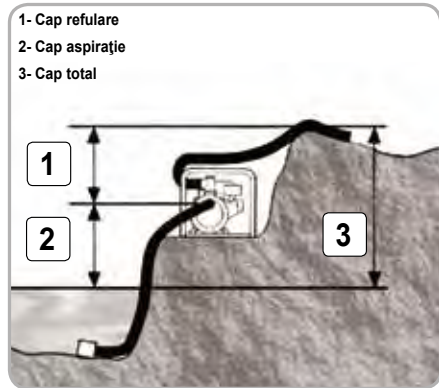

Fig.3
Amplasarea motopompei (fig.3):
- Capacitatea de refulare este întodeauna mai mare decât capacitatea de aspirație, deci este important ca distanța de la care se aspiră să fie mai mică, raportată la totalul dintre distanța de aspirație + distanța de refulare (fig. 3).